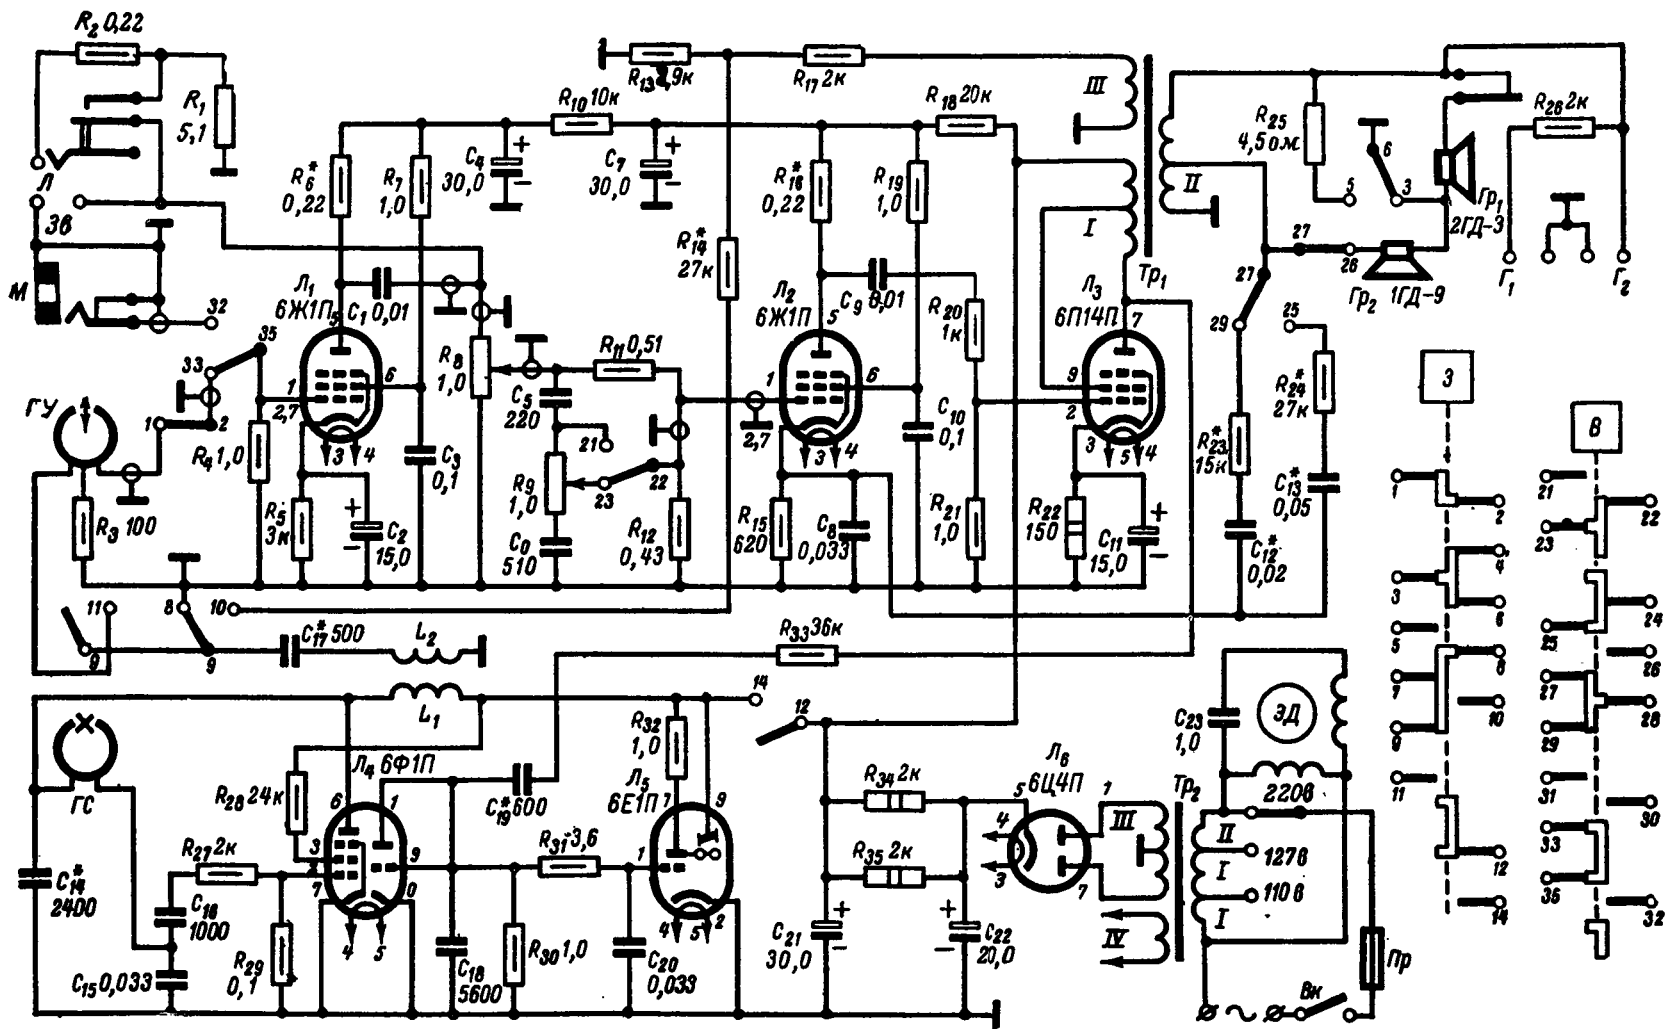

Рис. 98. Принципиальная электрическая схема магнитофона «Астра».
**Усилитель, генератор и выпрямитель.** Принципиальная электрическая схема магнитофона приведена на рис. 98.